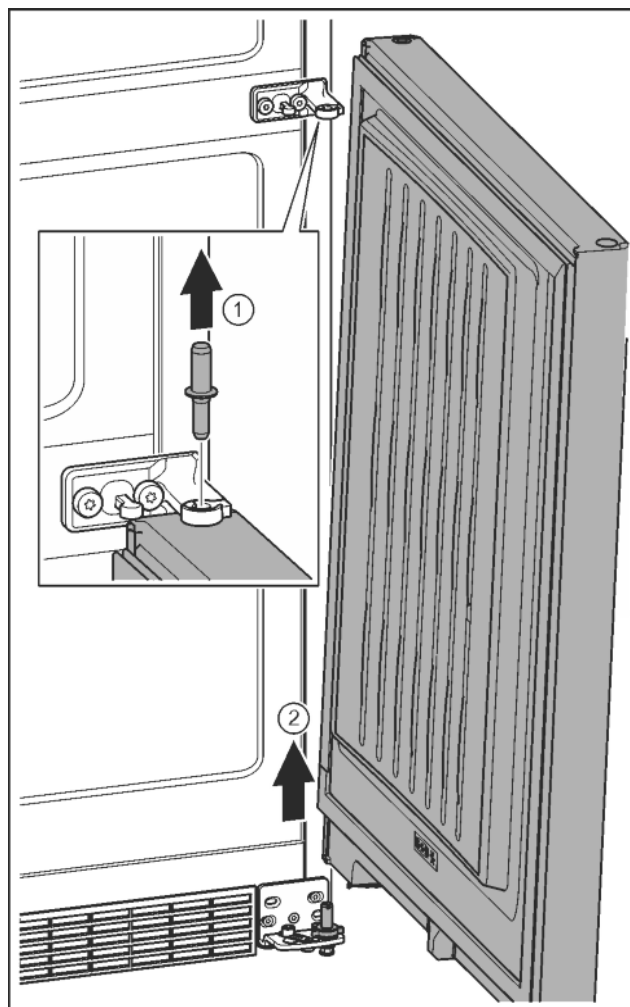

Fig. 11
- ▶ Витягніть гвинт догори. *Fig. 11 (1)*
- ▶ Відкрийте дверцята, зніміть рухом вгору та відкладіть убік. *Fig. 11 (2)*